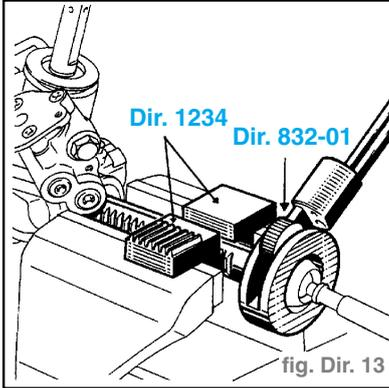

fig. Dir. 13
- Positionner l'outil **Dir. 1234** sur les cannelures du barreau et serrer l'ensemble dans un étau. (fig. Dir. 13)